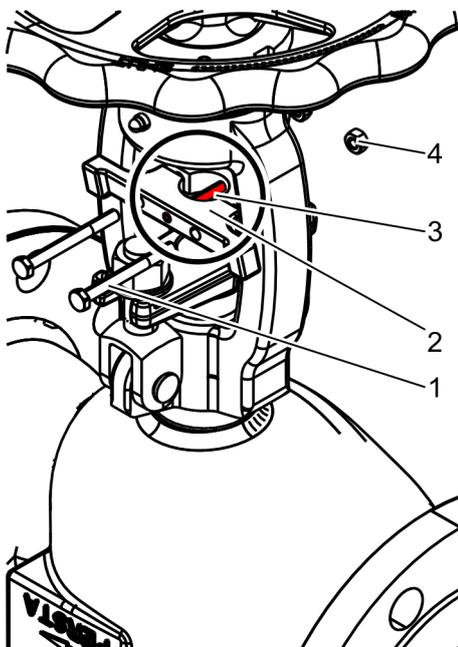

Fig. 41: Montar la garra de mando
11. ▶ Si existe una garra de mando (Fig. 41/2): ensarte la garra de mando de dos piezas (Fig. 41/2), por ambos lados, en el husillo.
12. ▶ Asegúrese de que el mecanismo anti-giro (pasador de fijación, Fig. 41/3) pueda montarse en el orificio del husillo y de la garra de mando (Fig. 41/detalle).
13. ▶ Monte el mecanismo anti-giro (pasador de fijación, Fig. 41/3).
14. ▶ Fije la garra de mando (Fig. 41/2) con tornillos (Fig. 41/1), arandelas y tuercas (Fig. 41/4).